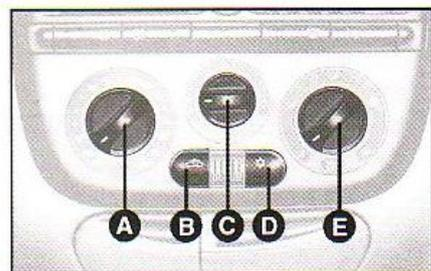

fig. 52
- temperatura do ar nos difusores obtendo a temperatura selecionada pela manopla **A-fig. 52**;
### COMANDOS - fig. 52
- girar a manopla **A-fig. 52** em **HI**.
Se a avaria envolve o comando do ventilador **C-fig. 52** e este puder continuar seu funcionamento, será selecionada a 1ª velocidade automaticamente.